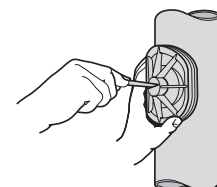

Fig. 17e Step 7
**Step 7** – Tighten the screw while pulling the door outwards (Fig. 17e)